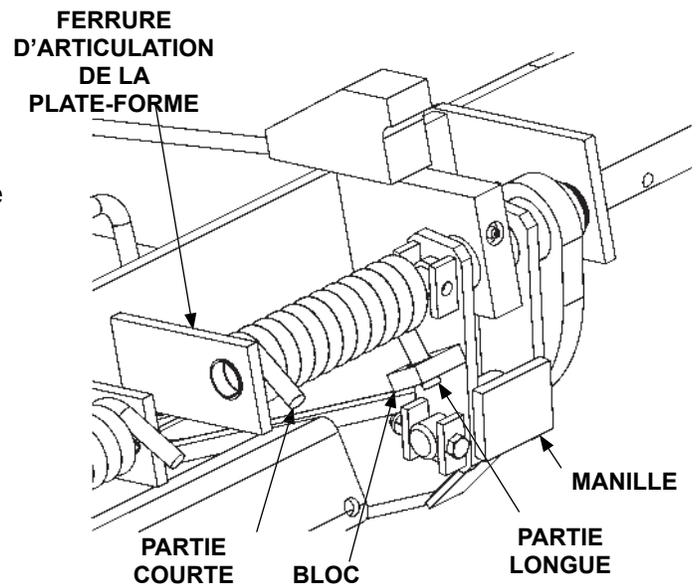

FIG. 21-2
5. Installez le ressort de torsion comme indiqué sur la FIG. 21-2. Assurez-vous que la partie longue du ressort est insérée dans le trou du bloc sur la manille (FIG. 21-2). Assurez-vous que la partie courte du ressort est positionnée comme indiqué sur la FIG. 21-2.